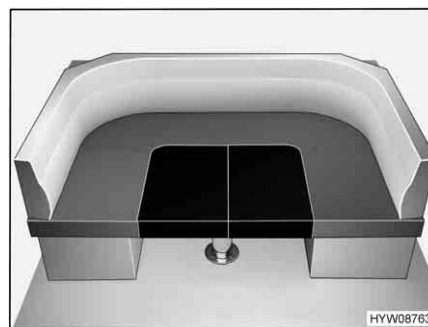

Fig. 98 Dopo la trasformazione
- Sistemare i due cuscini aggiuntivi (raffigurati in nero) come illustrato nella Fig. 98.